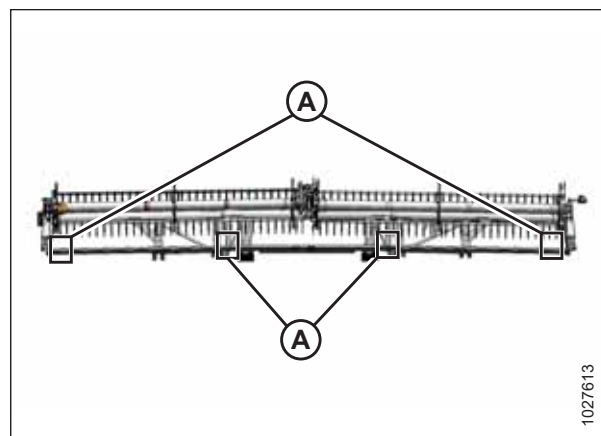

Figure 4.263: Emplacements de mesure FlexDraperMD – Rabatteur double
- Plateformes à rabatteur double : Figure 4.263, page 457